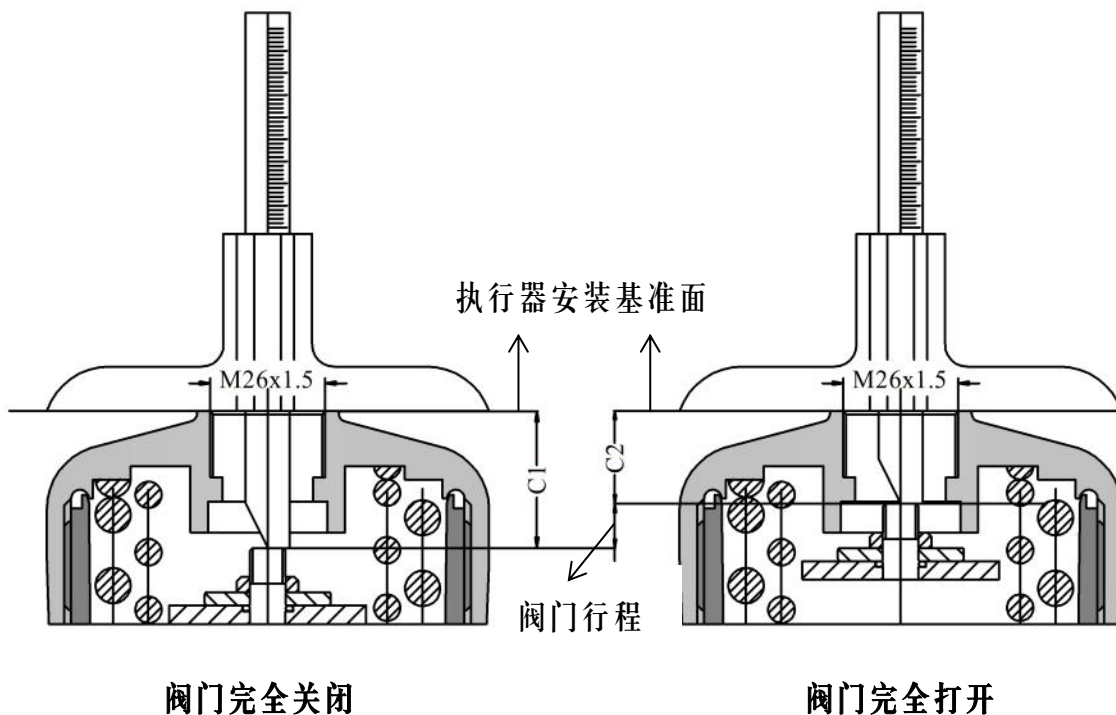

图 38.C1 值和 C2 值测量
①	传感器	1	反馈阀门开度位置
②	安装板	1	连接定位器与执行器
③	O 型圈	2	$\Phi 20 \times 2$
④	固定件	2	用于固定安装板, G1/4 螺纹
⑤	M8 六角头螺栓	4	M8 \times 16
⑥	传感器接头	1	将传感器连接到定位器
- 阀门处于完全关闭和完全打开状态时, 用深度尺分别测量执行器阀杆顶端到执行器顶部安装基准面的距离 C1 值和 C2 值 (图 38 中标注所示), 并记录。